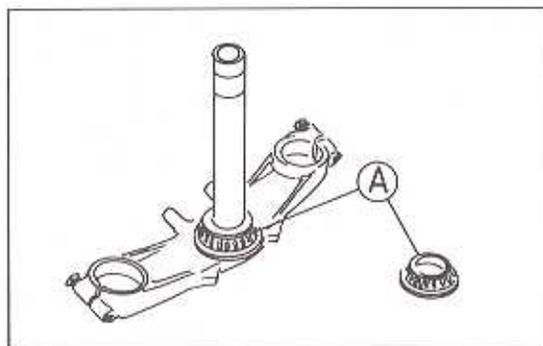

Bild 52
- Den Steuerkopf einbauen und einstellen (Bild 52).